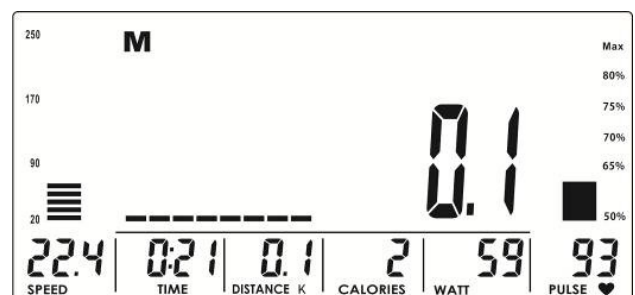

Fig. 9
4. Tryk på START/STOP for at starte træningen. Under træningen kan belastningstrinnet tilpasses med UP- eller DOWN-knapperne. Hvis belastningstrinnet vises i WATT-ruden, kan værdien ikke ændres i tre sekunder. Der skiftes til WATT-visningen (fig. 9).